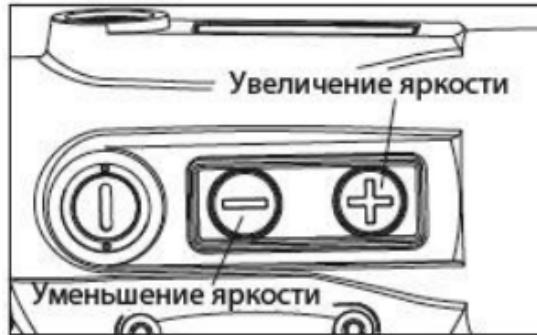

Рис. 5
1. **Включение** (см. Рис.5): Нажмите на кнопку увеличения яркости "+" или на кнопку уменьшения яркости "-", чтобы включить прицел т.